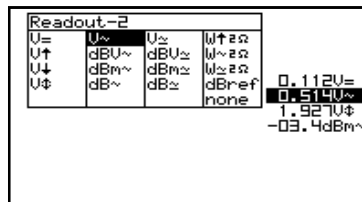

Fig 22
4. Press the cursorkeys to highlight the desired readout function for meter 2 readout. (Fig. 22)
4. Druk op de pijltoetsen voor het kiezen van de uitlezingfunctie van meter 2. (fig. 22)
4. A l'aide des touches curseur choisissez la fonction désirée pour l'appareil numéro 2. (fig. 22)